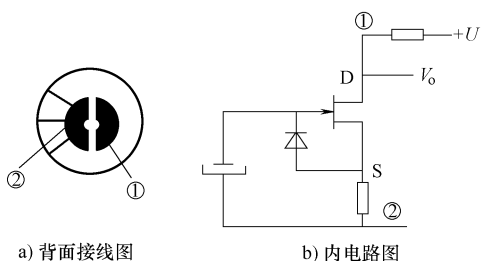

图 8-93 两根引脚驻极体电容传声器引脚识别方法
如图 8-93 所示是两根引脚驻极体电容传声器引脚识别方法示意图, ①脚是电源引脚和输出引脚, ②脚是接地引脚。